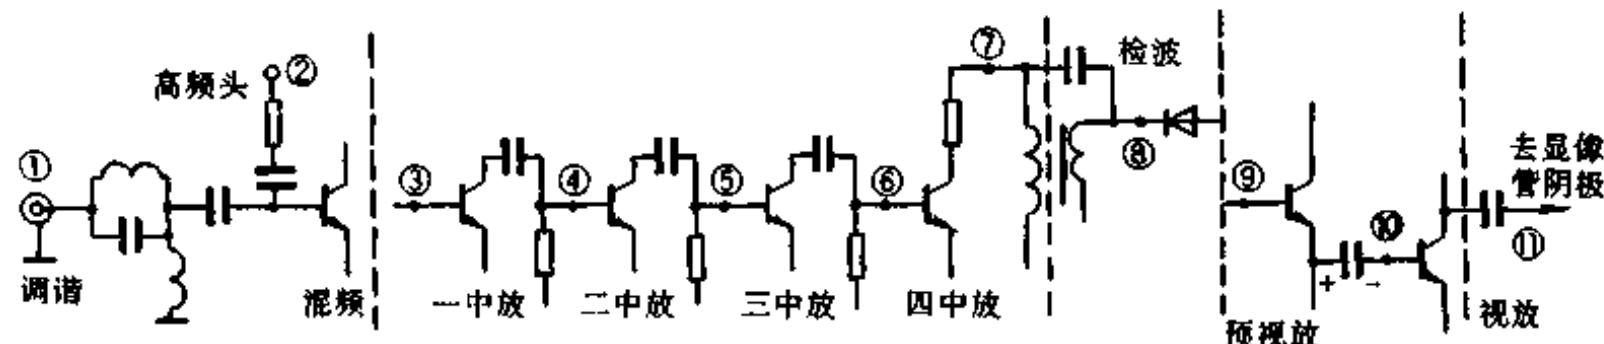

图 236
②	高频头测试点	自激、强烈网纹、肋骨状阴影
③	一中放基极	强烈光闪、自激网纹、浓重噪点
④	二中放基极	较多光闪及噪点
⑤	三中放基极	少许光闪及噪点
⑥	末中放基极	有光闪
⑦	末中放集电极	有光闪
⑧	检波管负极	自激、拉丝黑线(可听到广播声)
⑨	预视放基极	自激、细密网纹(可听到广播声)
⑩	视放基极	稀疏大白点
⑪	显像管阴极	极少大白点
以分立元件组装的黑白电视机为例说明具体方法。先使电视机电源电压正常(直流12V)，确认AGC电压正常且未起控(电压约1.6~2V)，对比度、亮度开足，高频头置于工作挡位，扫描部分正常。然后将万用表10V或25V挡黑笔用鳄鱼夹接地，单手持红笔塑料杆用金属笔尖碰触图236中①~⑪各点，看到的现象如表58。碰触可从⑦开始逐点向前，哪级屏上光反应中断或减弱，即是该级故障。也可由③开始逐步向后，哪级出现表中所列反应，则故障在该级之前。